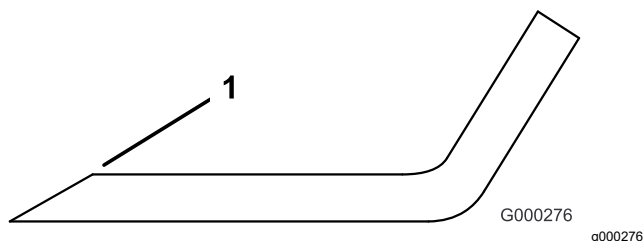

Figure 131
3. Examinez les tranchants de toutes les lames et aiguissez-les s'ils sont émoussés ou ébréchés (**Figure 131**).
Remarque: N'aiguissez que le haut du tranchant et conservez l'angle de coupe d'origine pour obtenir une coupe nette (Figure 131). Limez la même quantité de métal sur les deux tranchants pour ne pas déséquilibrer la lame.